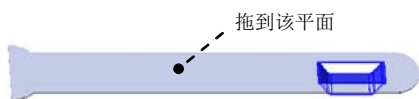

图 15.3.28 成形特征 1
③ 选择下拉菜单 **插入(I)** → **退出草图** 命令，退出草图环境，此时系统弹出“基体法兰”对话框。
(3) 定义钣金参数属性。在 **钣金参数(S)** 区域的文本框 **T1** 中输入厚度值 0.2。
(4) 单击 **✓** 按钮，完成基体一法兰 1 的创建。
Step3. 创建图 15.3.28 所示的成形特征 1。
(1) 单击任务窗格中的“设计库”按钮 ，打开“设计库”对话框。
(2) 单击“设计库”对话框中的 **ch15** 节点，在设计库下部的列表框中选择“barrette_shaped_tool_02”文件并拖动到图 15.3.28 所示的平面，在弹出的“成形工具特征”对话框中单击 **✓** 按钮。